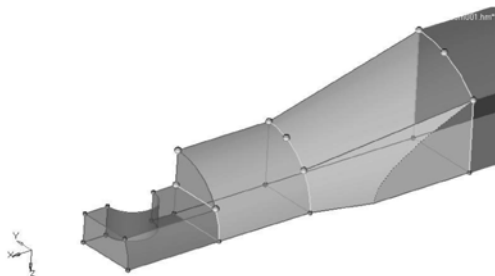

图 5-56 编辑曲线后的显示
(3) 激活 toggle edge 后面的黄色按钮, 然后鼠标左击图 5-56 中的曲线。这一块实体便成为了可映射的形式。